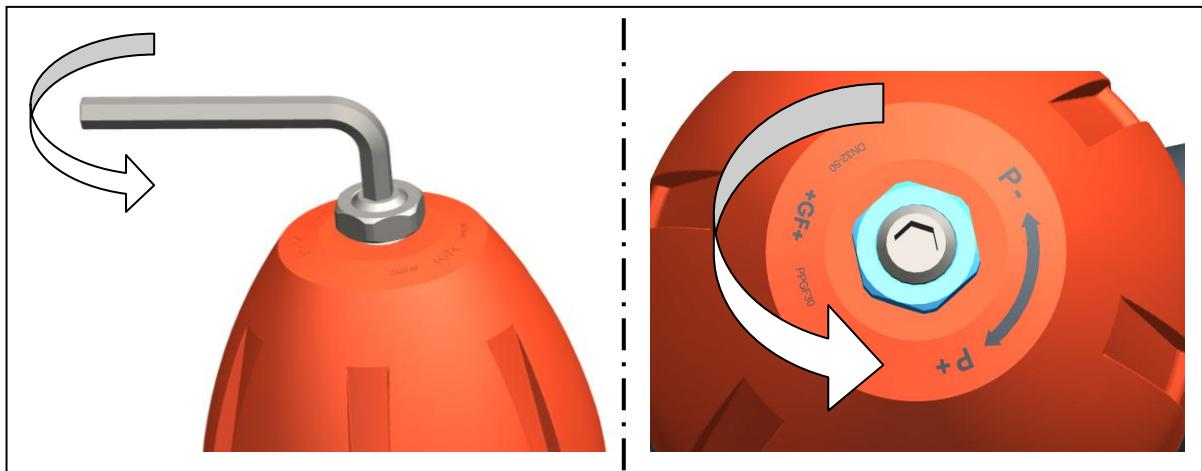

Fig. 5
- Para reducir el valor de consigna: destensar el resorte. Para ello, girar el husillo en el sentido contrario al de las agujas del reloj, ver la fig. 5.